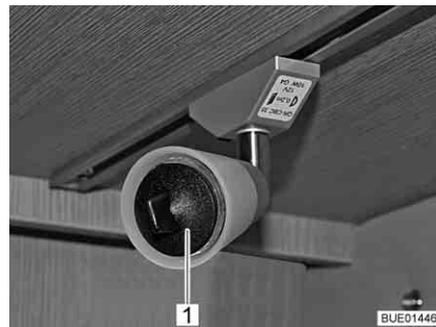

Bild 212 Saugnapf für Lampenwechsel
- ▷ Als Hilfsmittel zum Lampenwechseln ist ein Saugnapf (Bild 212,1) beigelegt.